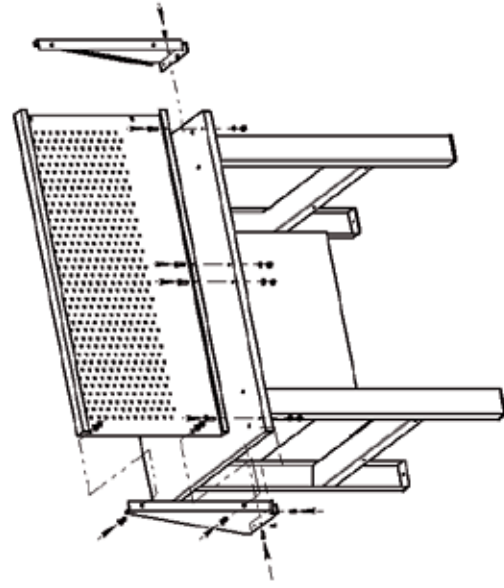

Рис. 5
5. Перед креплением к верстаку экрана защитного 5 необходимо в столешнице, через имеющиеся отверстия в нижней части экрана защитного просверлить отверстия диаметром 7 мм. Установить на столешницу экран защитный и закрепить его (винт 11, гайка 13, шайба 14) (Рис.5).